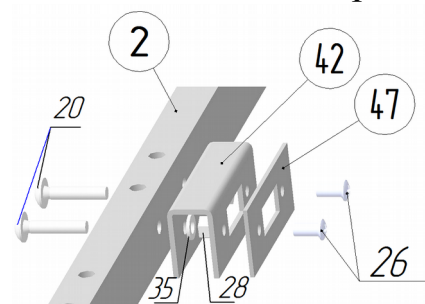

Рис.11
8. Присоединить к раме кровати передней поз.2 держатель замка поз. 42, используя винт М6х30 поз.20, шайбу Ø6 поз. 35 и гайку М6 со стопорным кольцом поз.28 (см.рис.11). К держателю замка поз. 42 присоединить декоративную пластину поз. 47, используя винт М4х10 с потайной головкой поз. 26 (см.рис.11).